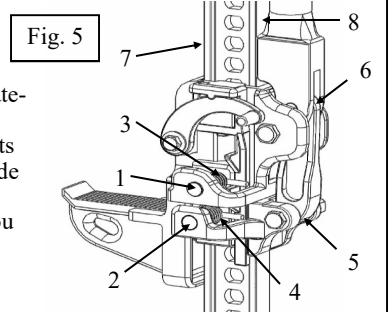

Fig. 5
4. Lubricate the jack with a light penetrating oil, or a Teflon or silicon spray at locations shown. (see Fig. 5) These locations include both climbing pins and associated springs(1-4), the shear pin(5), the handle pin(6), and front and back edges(7-8) of the steel bar frame.
4. Lubrifier le cric avec une huile légère et pénétrante, ou une bombe au silicone ou au Teflon, aux endroits indiqués. (voir fig. 5) Ces points comprennent les deux mâchoires et leurs ressorts (1 à 4), la goupille de cisaillement de sécurité (5), la goupille du levier (6), et les deux côtés (7-8) de la barre d'acier.